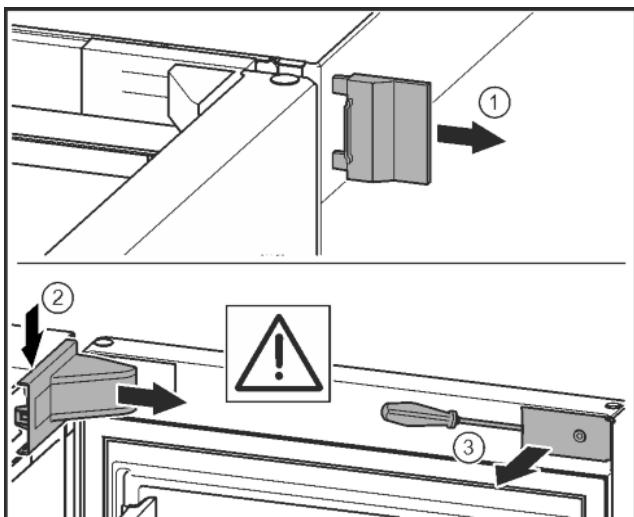

Fig. 9
- Skinite vanjski pokrov. Fig. 9 (1)
- Otkopčajte i otpustite pokrov podloška ležaja. Skinite pokrov podloška ležaja. Fig. 9 (2)
- Odvijačem s prerezom otkopčajte masku i zakrenite je u stranu. Fig. 9 (3)